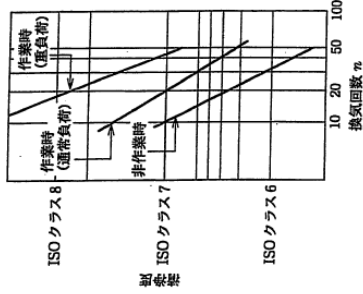

図 3-8 清浄度と換気回数¹⁾
- Q_a ……清浄度と換気回数の間には図 3-8¹⁾ に示すような経験則が存在